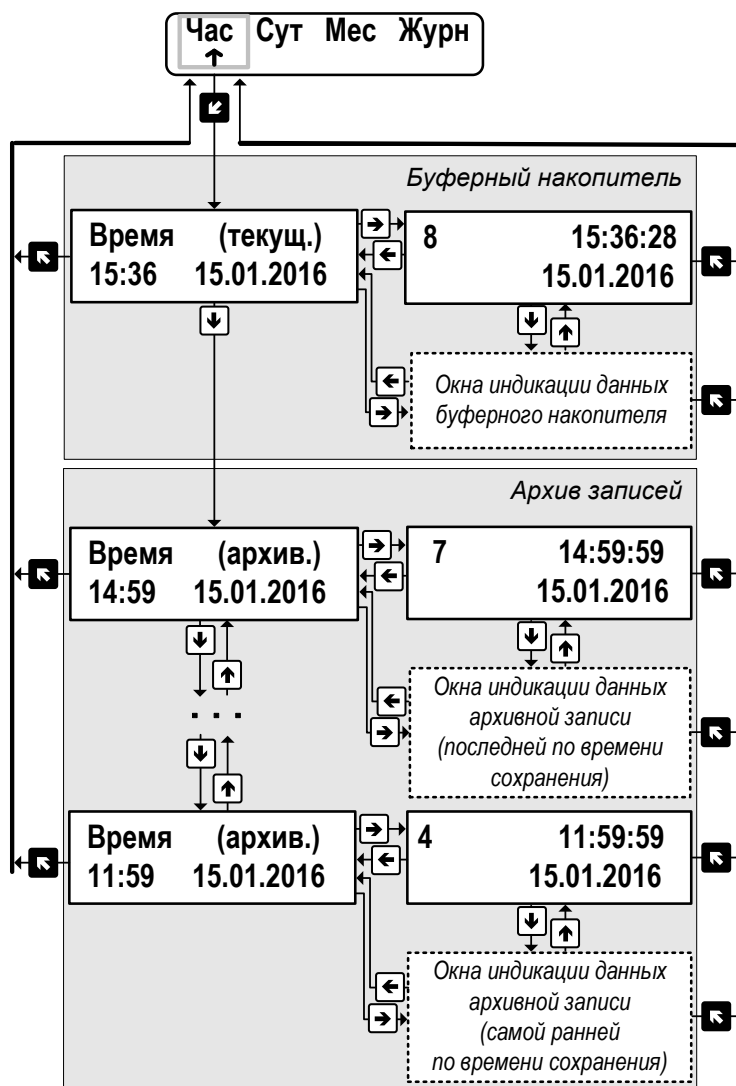

Рис.19. Вид окон индикации часового архива.
Также произойдет обнуление значений параметров, хранящихся в буферных накопителях часового, суточного и месячного архивов (см. рис.19).
7.2.1. Результаты измерений и вычислений за определенный период времени работы тепловычислителя сохраняются во внутренних архивах – часовом, суточном, месячном (**Час**, **Сут**, **Мес**), имеющих одинаковую структуру (рис.19). Доступ к архивным данным возможен из меню **АРХ**.